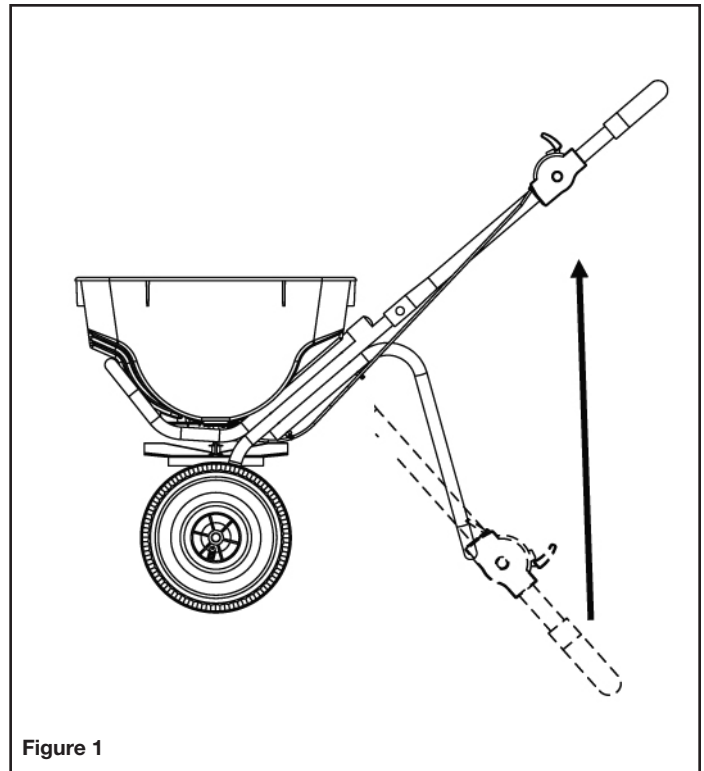

Figure 1
3. Serrez les trois écrous à oreilles comme illustré à la Figure 1.